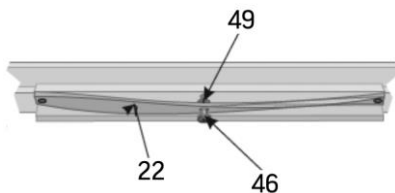

fig. 3
4. Si la lame de coupe supérieure est courbée vers l'extérieur, en s'éloignant de l'avant de l'outil, tournez l'écrou de réglage (n° 49) dans le sens antihoraire (fig. 3).